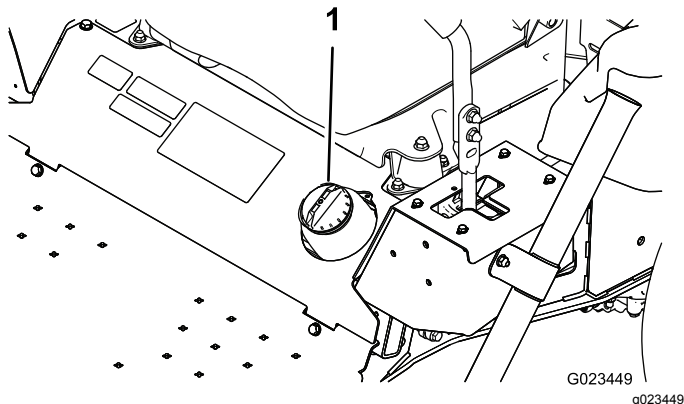

Рисунок 17
1. Очистите поверхности вокруг крышки топливного бака (Рисунок 17).